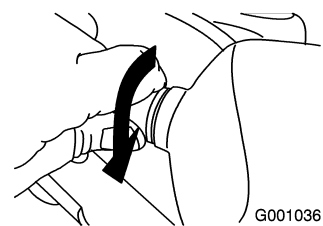

Figure 62
5. Tournez la base de l'ampoule dans le sens horaire jusqu'à la butée (Figure 62).